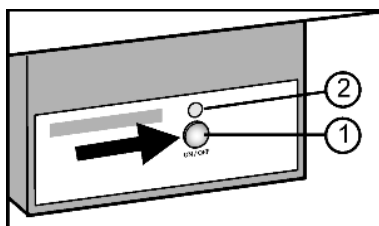

Fig. 15
- Stiskněte tlačítko On/Off Fig. 15 (1), až se rozsvítí LED Fig. 15 (2).